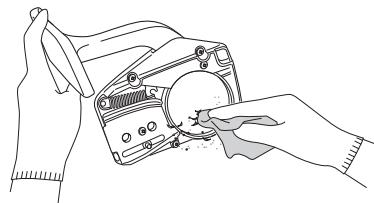

Fig. 36
**Nettoyage du carter latéral (Fig. 36)**